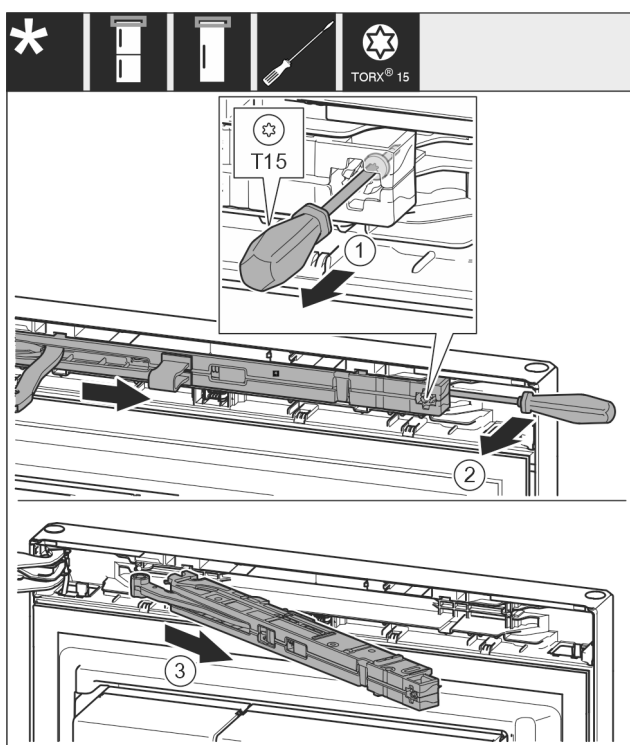

Fig. 11
- Desfaceți șurubul Fig. 11 (1) aprox. 14 mm de la unitatea amortizorului de închidere cu șurubelnița.
- Desprindeți cu o pârgă unitatea amortizorului de închidere Fig. 11 (2) de pe partea mânerului cu șurubelnița spre înainte.
- Extrageți unitatea amortizorului de închidere Fig. 11 (3).